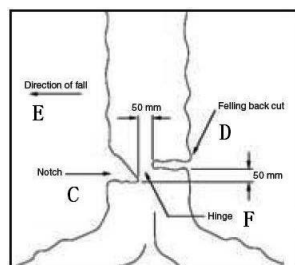

Fig. 2B
AVVERTENZA: Non camminare mai davanti ad un albero che è stato dentellato. Realizzare il taglio di abbattimento (D) dall'altro lato dell'albero e 3-5 cm sopra il bordo della tacca (C) (Fig. 2B).